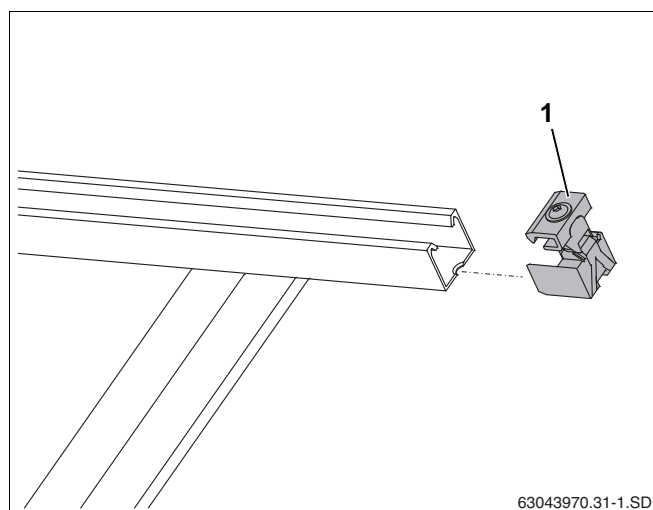

Fig. 45 Indsætning af ensidet opspændingsanordning
- ▶ Sæt de ensidede opspændingsanordninger (fig. 45, **pos. 1**) ind i profils Skinnerne på højre ende af solfangeren, indtil de går i indgreb i første langhul.